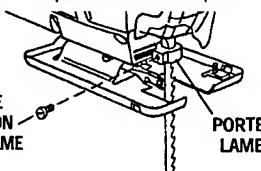

FIG. 3
- Desserrez la vis de fixation de la lame (sur le porte-lame) et insérez la lame à fond, ses dents orientées dans le sens de coupe comme l'indique la fig. 3.